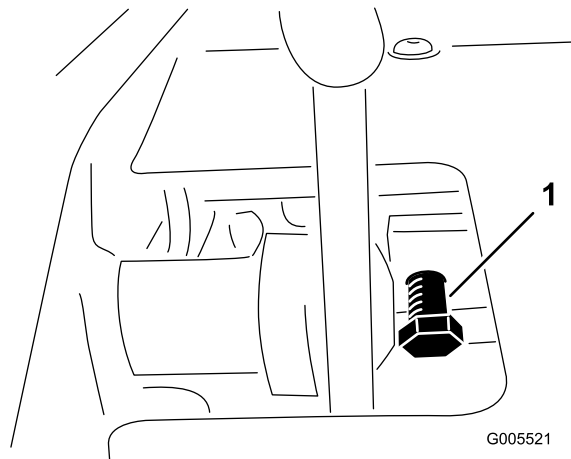

図 57
1. ペダルロックボルトのジャムナットをゆるめる（図 57）。